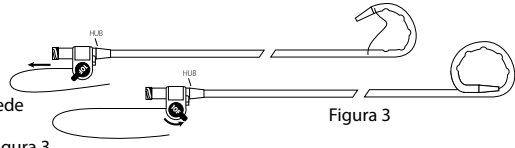

Figura 3
9. Tire de la sutura hasta alcanzar la cola deseada. No tense demasiado la cola ya que el tensarla demasiado puede dañar el catéter. Rote el mecanismo de cierre de sutura distalmente para mantener la sutura en su sitio. Véase la figura 3.